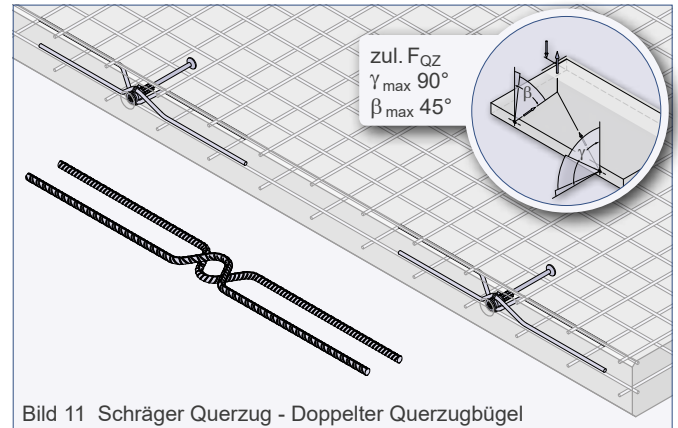
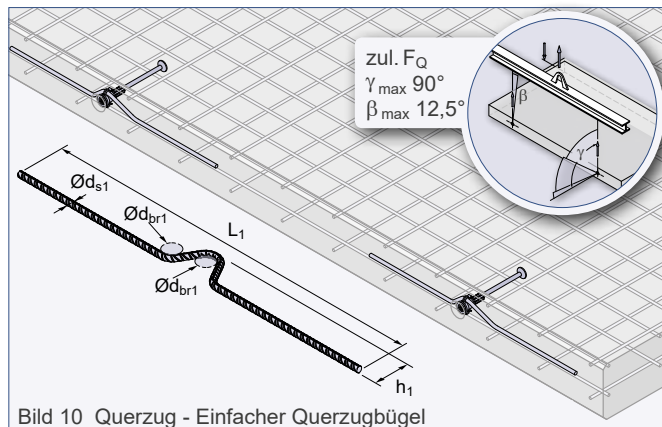
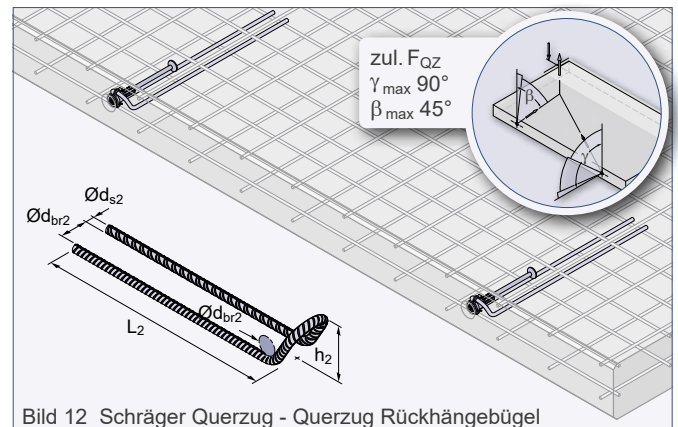

Bild 11 Schräger Querzug - Doppelter Querbewegungsbügel
Bild 10 Querzug - Einfacher Querbewegungsbügel
Bild 12 Schräger Querzug - Querzug Rückhängebügel
Die Beanspruchung der Kompaktanker mit Querzug $\gamma > 15^\circ$ erfordert den Einbau einer Bewehrung nach Tabelle 5 und 5a. Die Querbewehrung kann entweder als einfacher Querbewegungsbügel (Bild 10), als doppelter Querbewegungsbügel (Bild 11) oder als Querzug-Rückhängebügel (Bild 12) ausgeführt werden. Sie hat im Scheitelpunkt der Biegung Druckkontakt mit der Gewindehülse des Transportankers. Die Querbewehrung wird stirnseitig im Bauteil entgegen der Belastungsrichtung angeordnet. Das Aufrichten von Platten kann zu gleichzeitigem Schräg- und Querzug, dem so genannten schrägen Querzug, an den Transportankern führen (Bild 11 und Bild 12). In diesem Fall ist der Querzug-Rückhängebügel oder doppelter Querbewegungsbügel erforderlich. Der Schrägzugfall wird beim Einsatz dieser Bewehrung ebenfalls abgedeckt. Beim Umlegen oder Aufstellen des Bauteils muss die Ausrichtung der Querbewegungsbügel beachtet werden (beim einfachen Querbewegungsbügel gemäß Bild 10 und Querzug-Rückhängebügel gemäß Bild 12).
Der doppelte Querbewegungsbügel (siehe Bild 11) deckt die üblichen Lastrichtungen ab.
④ Bei der Bewehrung "Einfacher Querbewegungsbügel" (siehe Bild 10) ist ausschließlich F_Q ($\beta_{max} 12,5^\circ$) zulässig!
⑤ Bei dieser Bauteildicke ist eine Zulagebewehrung gemäß Tabelle 5a erforderlich